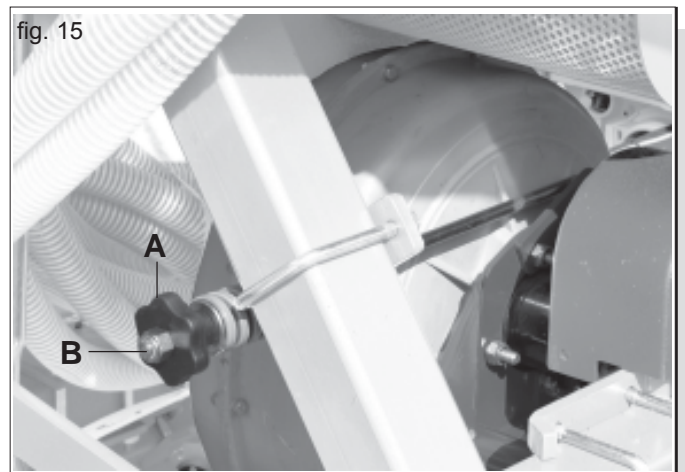
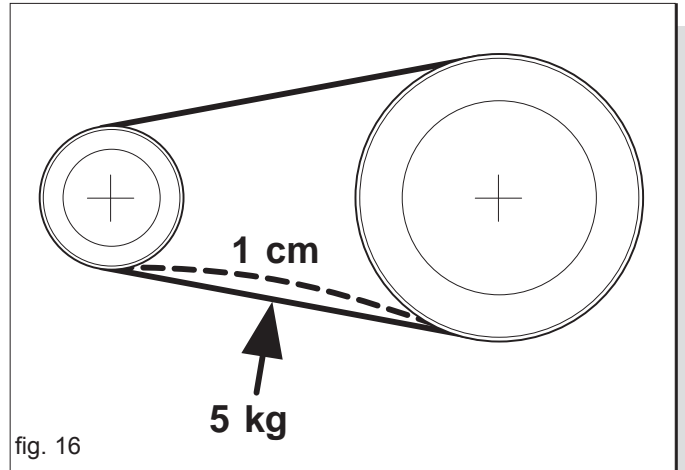

fig. 15
fig. 16
- 2) Ajustar el tensor de las correas usando la palanca (A Fig. 15). Presionar la correa, en la parte central entre las dos poleas, con una fuerza de 5 kg. La fuerza debe provocar una deformación max. de 1 cm (Fig.16) en cada correa. Para sustituir las correas de transmisión, aflojar totalmente la tensión de las mismas usando la palanca (A Fig. 15).
Atención: NO QUITAR mai la tuerca B (Fig. 15).
- 1) Afloje las correas por medio de la palanca (A Fig. 15), desmonte las protecciones (A, B Fig. 11) y quite las correas de transmisión.